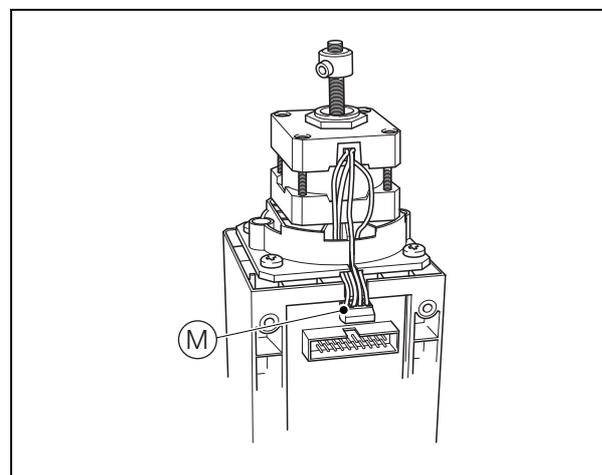
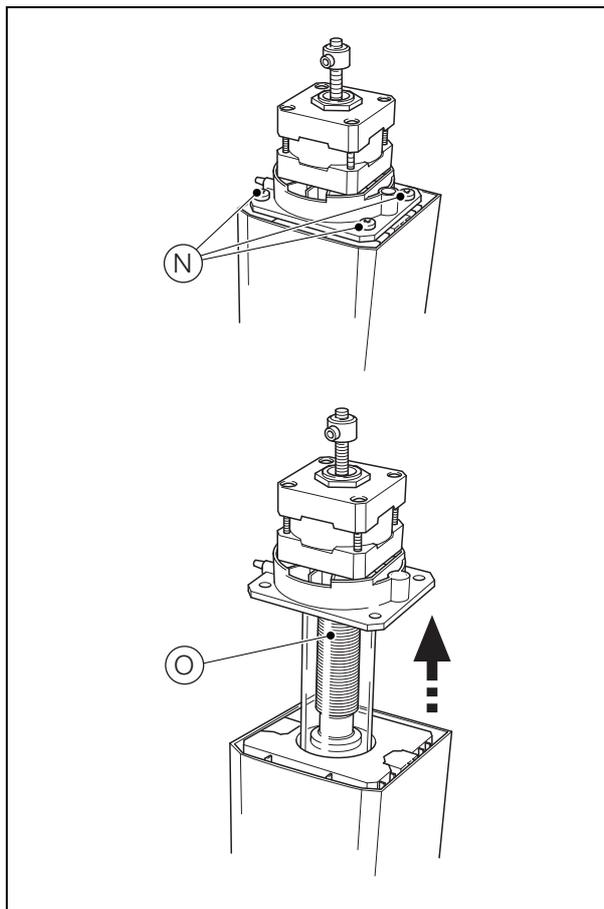

Fig. 13.13 Scollegamento del motore
Fig. 13.14 Rimozione del motore e del tubo campione
6. Con riferimento alla Fig. 13.13, scollegare il connettore di cablaggio del motore (M).
7. Con riferimento alla Fig. 13.14, rimuovere le quattro viti (N), il motore e il tubo campione (O) dalla metà inferiore della cella di misura.
9. Con riferimento alla Fig. 13.14, reinstallare il motore e il tubo campione (O) nella metà inferiore della cella di misura, accertandosi che il connettore di cablaggio del motore sia allineato al relativo alloggiamento (vedere (M) nella Fig. 13.13). Fissare la piastra di montaggio del motore alla metà inferiore della cella di misura tramite le quattro viti (N).
10. Con riferimento alla Fig. 13.13, ricollegare il connettore di cablaggio del motore (M).